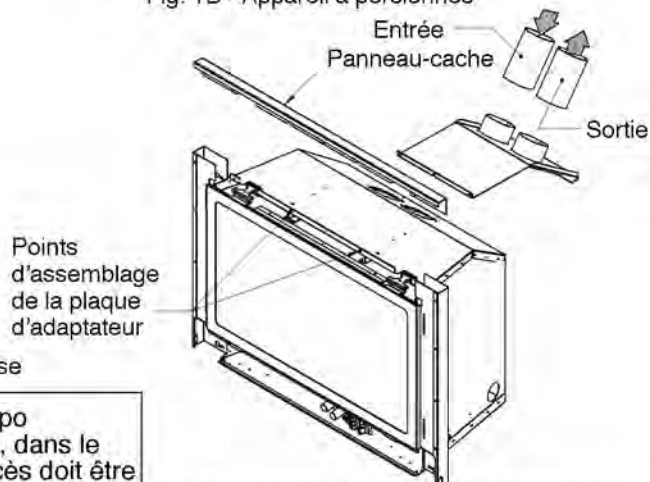

Fig.3 - Enlevez le panneau cache supérieur pour installer l'adaptateur
1. Enlevez le panneau cache supérieur et plaque d'adaptation en enlevant les 5 vis tel que montré ci-dessous. (Fig.3) Fixez les conduits d'évacuation à l'évent avec du Millpac et 4 vis par joint. Bien identifier les conduits de sortie et d'entrée. Faites attention de ne pas connecter la sortie avec l'entrée et vice-versa. Descendez l'évent et les conduits, vissez la plaque de fermeture sur le dessus de la cheminée ou tuyau de poêle. Il pourrait être nécessaire de percer des trous pour les vis dans le dessus de la cheminée tout dépendant du matériau. (8vis).